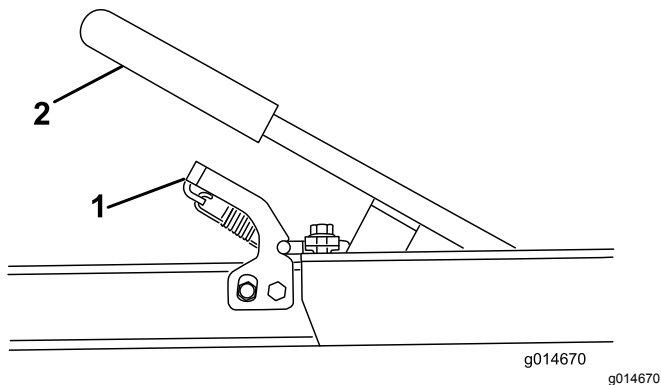

Рисунок 11
1. Контролируя платформу прицепа и захватив рукоятку, отожмите защелку вниз и поднимите рукоятку (Рисунок 11). Опустите платформу прицепа на землю.
7. Нажимайте рукоятку вниз, пока прицеп не зафиксируется в защелке (Рисунок 11).